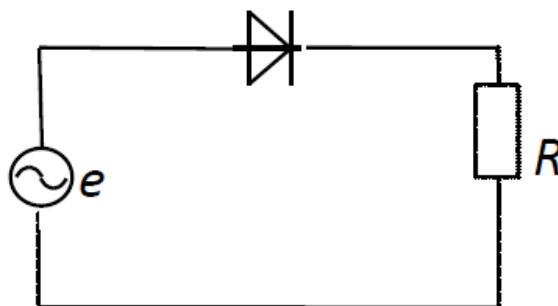

Рис.1
1. В схеме рис.1 $e = 16\sin(\omega t)$; $R=0,014\text{ кОм}$;
Рис.2 3. Трансформатор (потери пренебречь) включен в сеть с напряжением 220 В. Ток первичной обмотки трансформатора $I_1=1$ А. Определить мощность, выделяемую на сопротивлении $R_H=100$ Ом, включенного во вторичную обмотку трансформатора. 4.ВАРИАНТ №4 1. В схеме рис.1 $e = 16\sin(\omega t)$; $R=0,014$ кОм; Параметры схемы замещения диода: $r_i = 1$ Ом; $E_0=1$ В, Справочная величина обратного теплового тока диода $I_0=0,01$ А. Определить величину максимального значения падения напряжения на диоде в закрытом состоянии. Рис.1 2. В схеме рис.2 $E_к=15$ В; $R_к=10$ Ом; $R_б=200$ Ом; $\beta=50$, $E_{вх}=2$ В. Определить величину напряжения на сопротивлении $R_к$, если напряжение между базой и эмиттером открытого транзистора $U_{бэ}=1$ В.